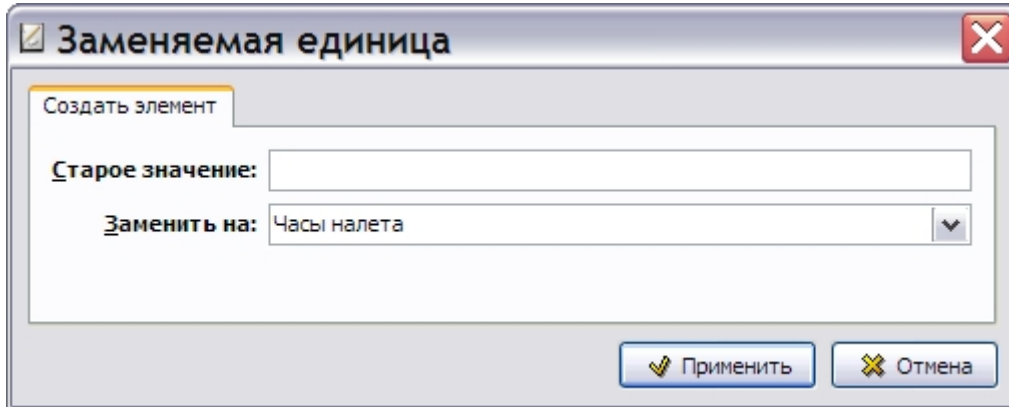

Рис. 3.100
- Нажатие на кнопки **Добавить**  и **Редактировать**  приводит к открытию окна **Заменяемая единица**, пустого в первом случае и заполненного параметрами выбранного элемента во втором (Рис. 3.100).